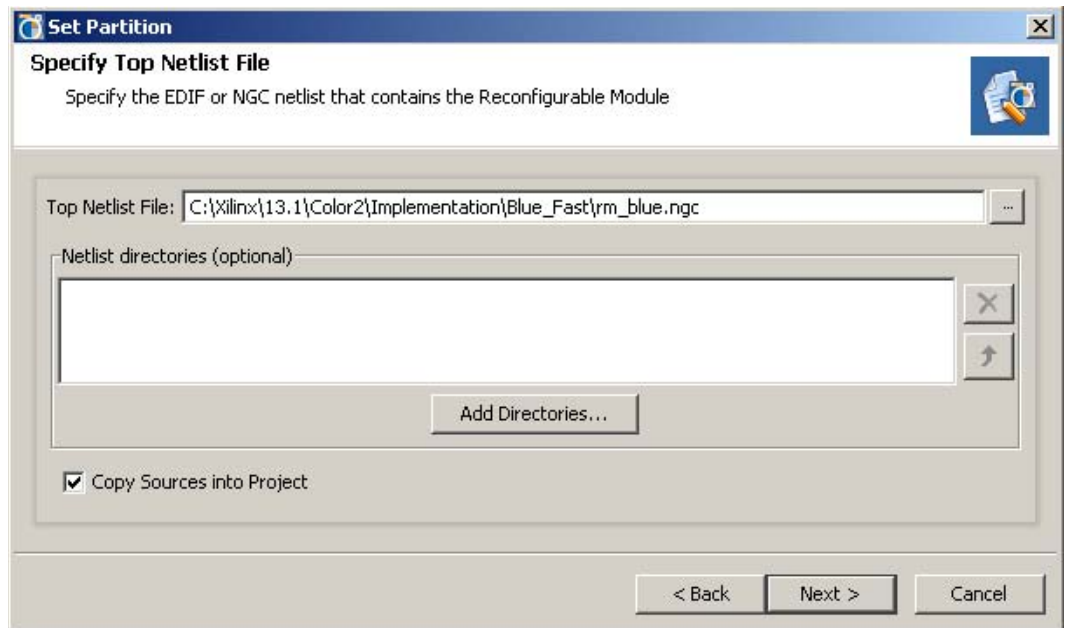

図 4-8 : リコンフィギャブル モジュール 1 つが追加されたリコンフィギャブル パーティション
3. [Set Partition] ダイアログ ボックスで NGC ファイルへのパスを指定します (図 4-8)。